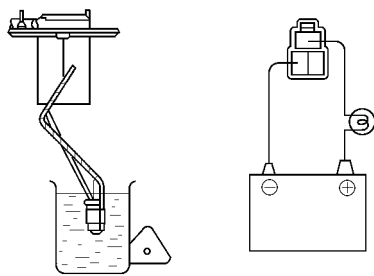

图 18-119 检查灯泡是熄灭
2) 将开关浸入燃油中，检查灯泡是否熄灭，如图 18-119 所示。